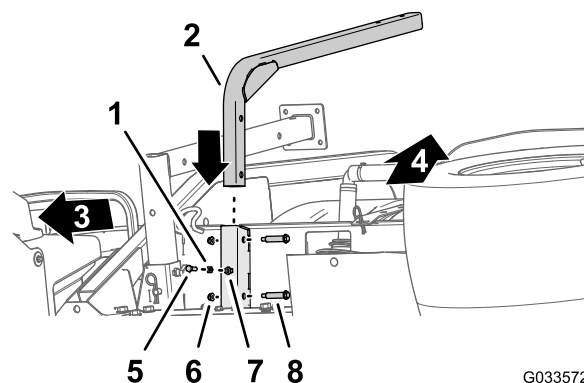

Figura 46
- Alinhe o tubo de apoio do depósito de água limpa com o canal de suporte do depósito (Figura 46).
- Alinhe os orifícios do tubo de apoio com os orifícios no canal (Figura 46).
- Prenda o tubo ao canal (Figura 46) com os dois parafusos com olhal (1/2 pol. x 1-15/16 pol.) e duas porcas de bloqueio (5/16 pol.).
- Enrosque a porca de retenção (5/16 pol.) no parafuso (5/16 pol. x 1 pol.) como se mostra na Figura 46.
- Enrosque o parafuso (5/16 pol. x 1 pol.) e uma porca de retenção na porca soldada na parte inferior do canal de suporte do depósito e aperte o parafuso e a porca à mão (Figura 46).